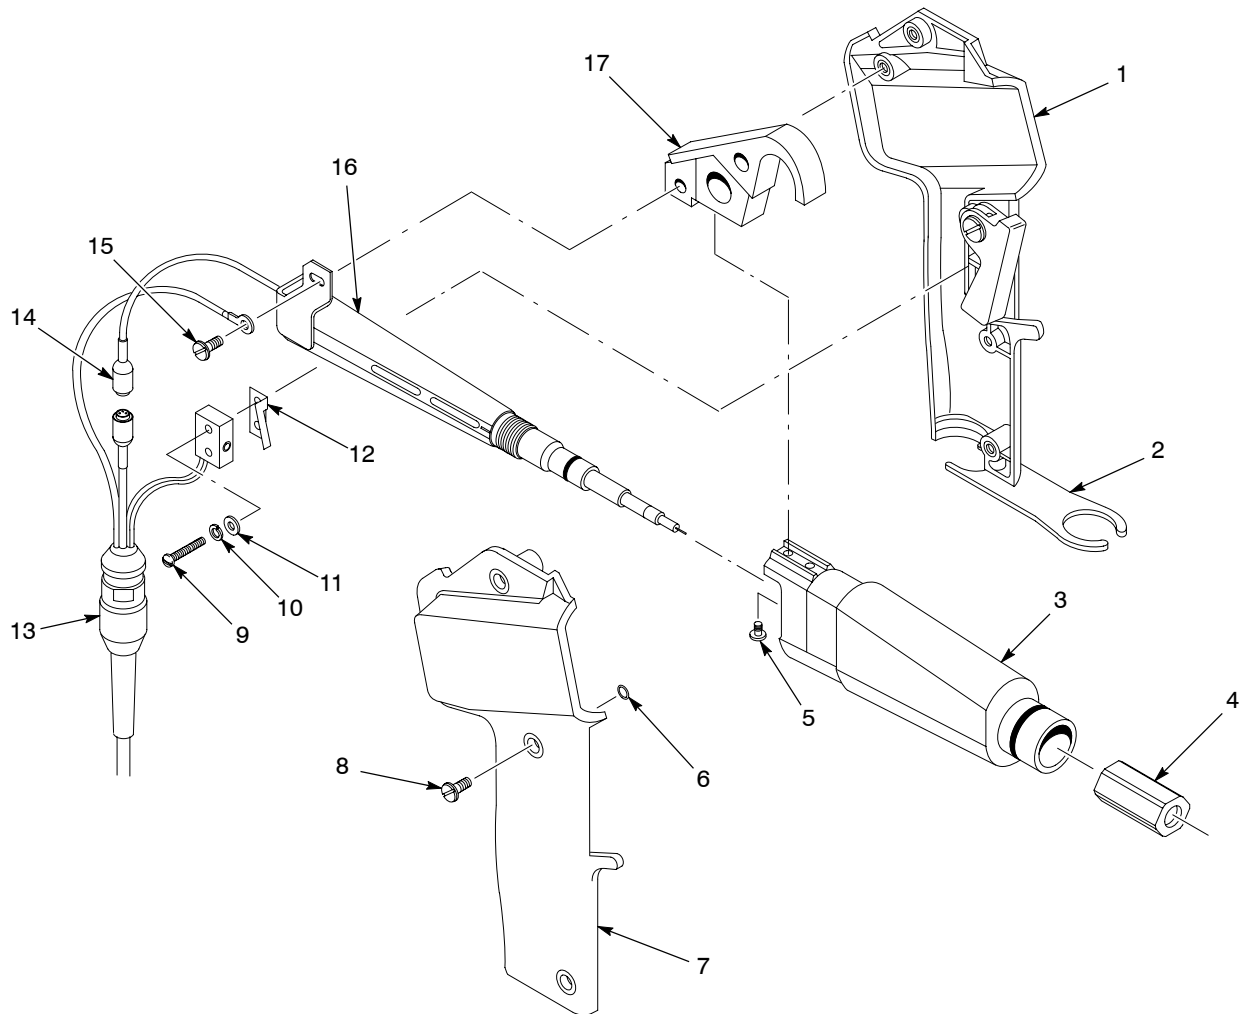

Fig.7 Remplacement du multiplicateur et du câble
2. Voir la figure 7. Desserrer les trois vis imperdables (8) dans le capot (7). Les joints toriques (6) maintiennent les vis dans le capot. Soulever le capot de la poignée (1).
3. Retirer la vis (15) fixant le support du dissipateur thermique du multiplicateur à la suspension (17). Débrancher le fil de terre.
4. Desserrer l'écrou d'accouplement du connecteur et débrancher le câble (13) du connecteur du multiplicateur (14).
5. Retirer l'extension (3) et l'ensemble multiplicateur/sonde résistive (16) de la poignée.
6. Desserrer et retirer l'écrou du câble (4) en utilisant une clé si nécessaire.
8. En cas de remplacement de l'ancienne extension par la nouvelle incluse dans le kit, retirer les deux vis (5) qui fixent la suspension (17) à l'extension et retirer la suspension. Monter la suspension sur la nouvelle extension.
2. Voir la figure 7. Retirer les deux vis (9), les rondelles freins (10) et les rondelles plates (11). Retirer le commutateur de gâchette et l'actionneur (12) de la poignée (1).
3. Faire légèrement tourner le support de tuyau (2) et détacher le câble. Noter la manière dont le câble s'adapte dans le support de tuyau.
4. Adapter le câble neuf dans le support de tuyau et faire passer le fil de terre autour de l'extrémité du multiplicateur. Fixer le fil de terre à la suspension (17) à l'aide de la vis (15).
5. Raccorder le câble au connecteur du multiplicateur (14). Disposer le câblage de manière à ce qu'il ne risque pas d'être écrasé entre la poignée et le capot lorsque ce dernier est mis en place.
7. Monter le capot (7) sur la poignée.